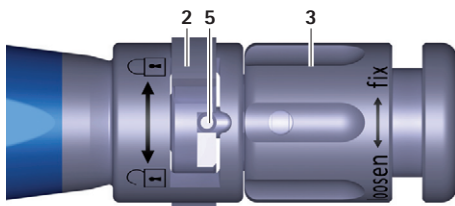
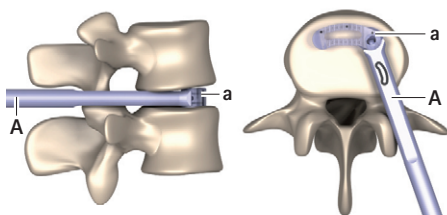

Fig. 3 Primer plano del instrumento de inserción, interruptor cerrado
Fig. 11 Implante en posición final
- Gire el interruptor **2** hacia la derecha (en dirección a ) ver Fig. 3.
- Gire la tuerca giratoria **3** en sentido contrario de las agujas del reloj (en dirección "forward") hasta que la espiga **5** se encuentre por completo en el interruptor **2**, ver Fig. 3. Asegúrese de que la espiga **5** no se queda atascada en el interruptor **2**.
- ▶ Cuando se alcance la posición final (ver Fig. 11): gire la tuerca giratoria **3** en sentido contrario de las agujas del reloj (en dirección "loosen") hasta que la espiga **5** se encuentre por completo en el interruptor **2**, ver Fig. 3. Asegúrese de que la espiga **5** no se queda atascada en el interruptor **2**.
- ▶ Gire el interruptor **2** hacia la derecha (en dirección a , ver Fig. 3).